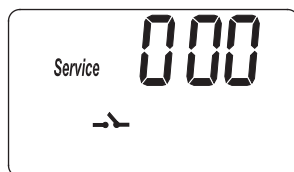
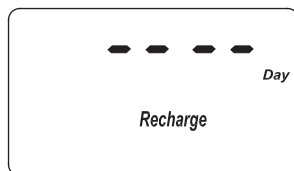
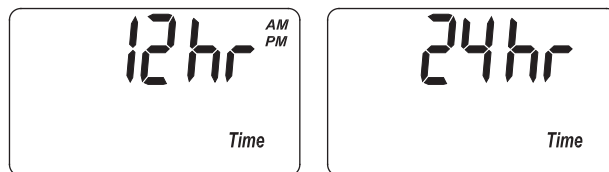

FIG. 29
FIG. 30
FIG. 31
1. Appuyez sur le bouton PROGRAM (programmer) et maintenez-le enfoncé jusqu'à ce que l'écran de la figure 29 s'affiche. Une fois l'écran affiché, appuyez quatre fois sur le bouton PROGRAM (programmer) et l'écran de la figure 30 s'affichera.
1. Appuyez sur le bouton PROGRAM (programmer) et maintenez-le enfoncé jusqu'à ce que l'écran de la figure 29 s'affiche. Une fois l'écran affiché, appuyez cinq fois sur le bouton PROGRAM (programmer) et l'un des deux écrans de la figure 31 s'affichera.